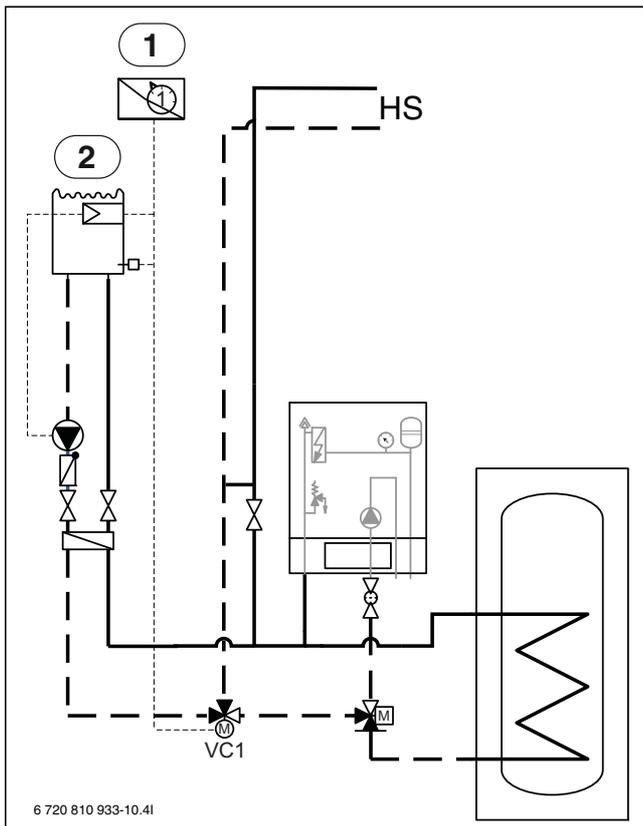

Bild 61 Beispieldarstellung für Pool-Installation
- ▶ Pool-Mischer im Rücklauf zur Inneneinheit montieren (→ [VC1] Abb. 61).